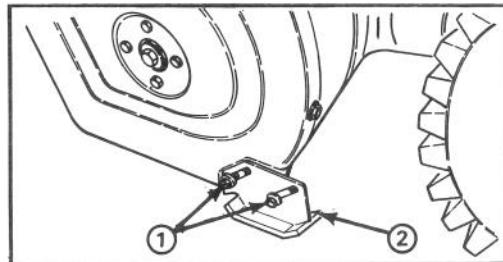

Abbildung 17
### EINSTELLEN DER GLEITKUFEN (Abb. 17)
2. Die Flanschbolzen (4), die die beiden Gleitkufen mit den Schneckenseitenplatten verbinden lockern (Abb. 17).